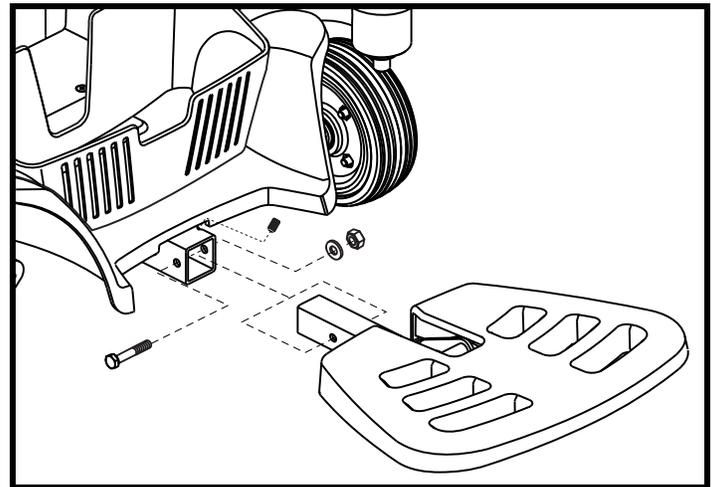

Figure 19. Profondeur du repose-pieds
1. Enlevez le boulon et écrou qui retiennent le repose-pieds. **Voir la figure 19.**